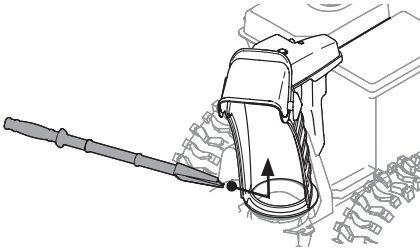

Figura 74
10. Use el extremo con forma de pala de la herramienta de limpieza para destrabar y recoger la nieve y el hielo que se hayan acumulado en el interior y cerca del conjunto del canal. Utilice siempre la herramienta de limpieza (Nº de pieza 931-2643), no use las manos. Consulte el suplemento que se adjunta por separado para obtener la información que se requiere para pedir la herramienta de limpieza, en caso de haberla extraviado o que esté dañada. (Figura 74).